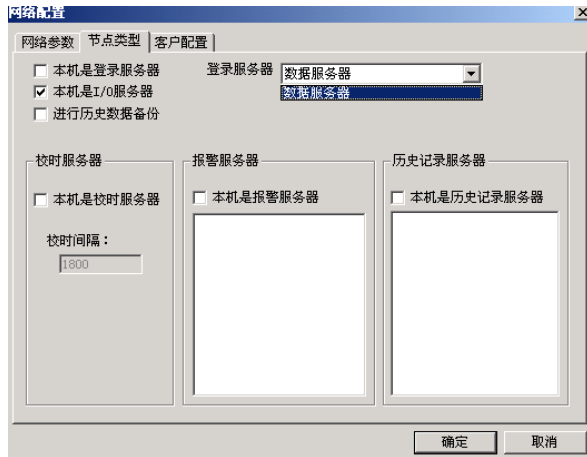
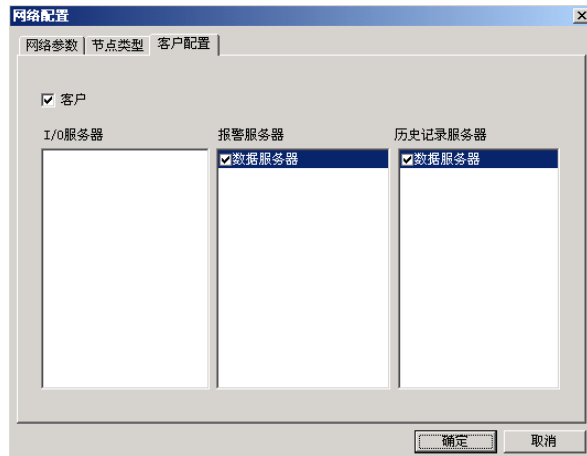

图 21.15 选择登录服务器
图 21.16 选择服务器
- ◇ 新远程站点建立成功后，就可以进一步进行 I/O 采集站的网络配置了。选择 I/O 采集站工程管理器上的“系统”标签，双击“网络配置”项，选择“节点类型”页，去掉“本机是登录服务器”选项，在“登录服务器”列表中选择“数据服务器”作为本机的登录服务器，如图 21.15 所示。选择“客户配置”页，选中“客户”选项，此时，报警服务器和历史记录服务器列表变为有效可选，在这两个列表中列出了当前工程中添加的作为报警服务器和历史记录服务器的站点名称。选中各列表的站点名称前的复选框，如图 21.16 所示，表示当前的“I/O 采集站 1”作为“数据采集站”的客户端，看到报警和历史记录数据。配置完成后，单击“确定”按钮关闭对话框。I/O 采集站 1 的网络配置全部完成。I/O 采集站 2 的网络配置完全按照这个步骤执行。